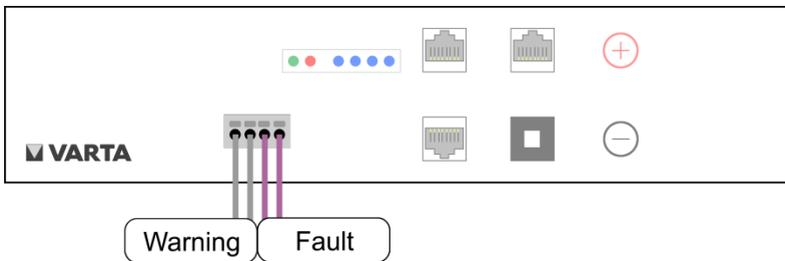

Abbildung 14: Klemmverbindungen Batteriemodul (DRY-contact)
- Abbildung 14: Klemmverbindungen Batteriemodul (DRY-contact)